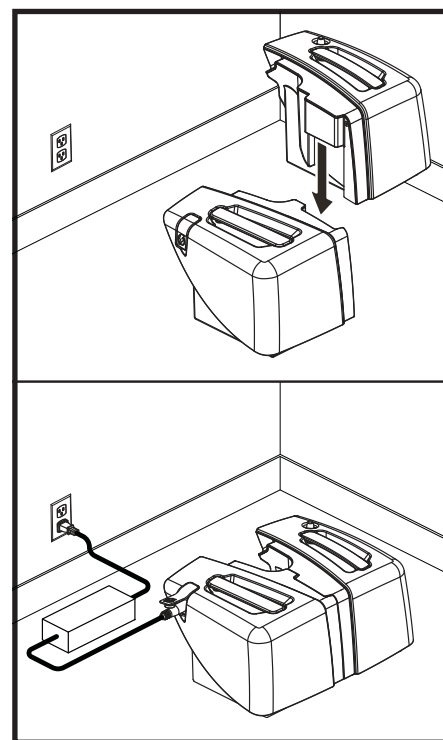

Figura 18. Carga de la batería de la batería (Modelos 66 y 67)
**NOTA:** Con modelos 66 y 67, ambas cajas de batería se pueden quitar de la scooter y luego se unieron para una carga fácil. Ver la Figura 18.